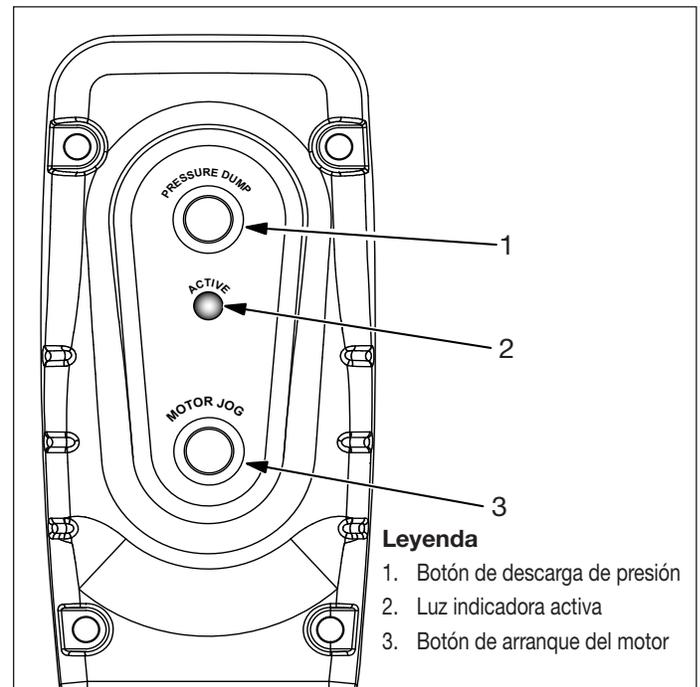

Figura 3, Botonera
Consulte la Figura 3.
2. Pulse el botón de descarga de presión. Consulte la Figura 3.
3. Compruebe que el manómetro indique cero (0) psi/bar.
Utilice la bomba como se describe en los siguientes pasos. Consulte la Figura 3 para ver una ilustración de los controles de la botonera.